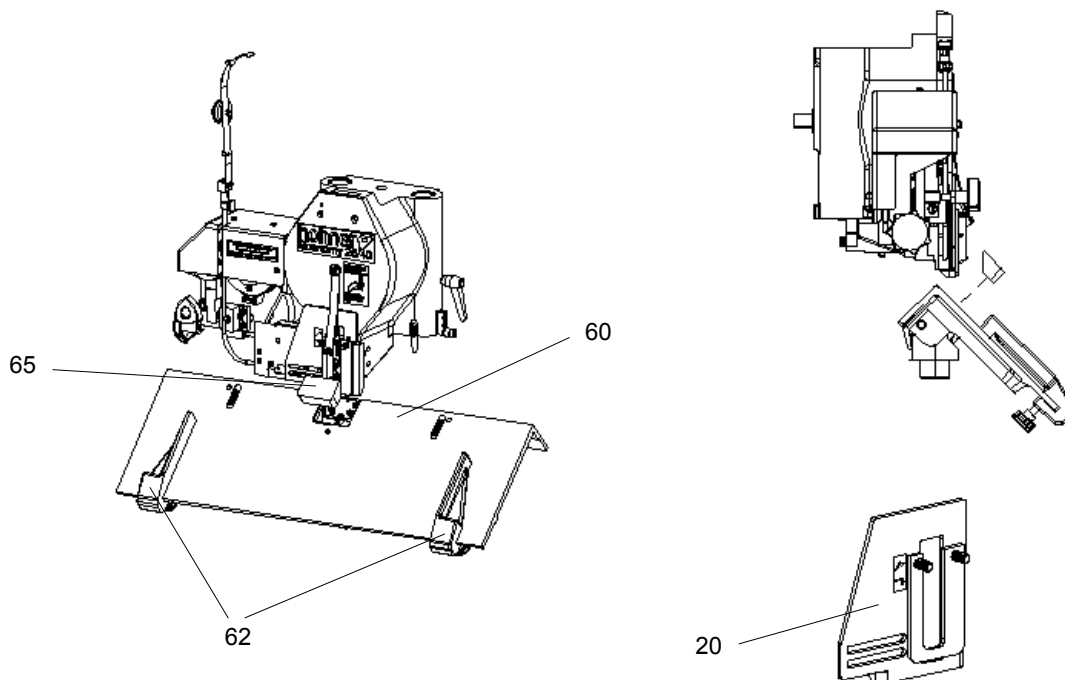

Fig. 4.11
- Fig. 4.11 -
- Monte la protección para los dedos en la posición "**Cosido en U**"; tenga en cuenta al respecto las marcas (véase - Fig. 4.11 -).